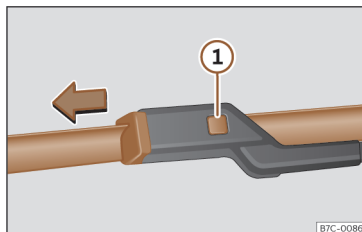

Fig. 197 Substituição das escovas do limpador para-brisas.
- Mantenha pressionado o botão de desbloqueio >>> **Fig. 197** ① puxando ligeiramente pela escova no sentido da seta.